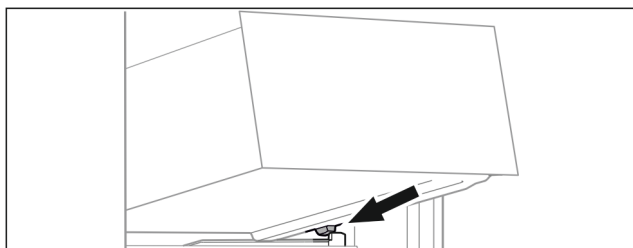

Fig. 97
- ▶ 将抽屉斜放在容器肋梁上的止挡器后面。(参见 Fig. 97)